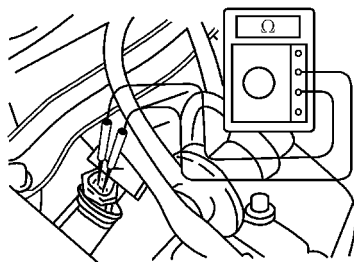

图 5-19 检查喷油器电阻
2) 喷油器电阻检查。如图 5-19 所示,拆开喷油器线束插接器,用万用表测量喷油器两端子之间的电阻,低阻值喷油器应为 $2 \sim 3\Omega$,高阻值喷油器应为 $13 \sim 16\Omega$,否则应更换该喷油器。